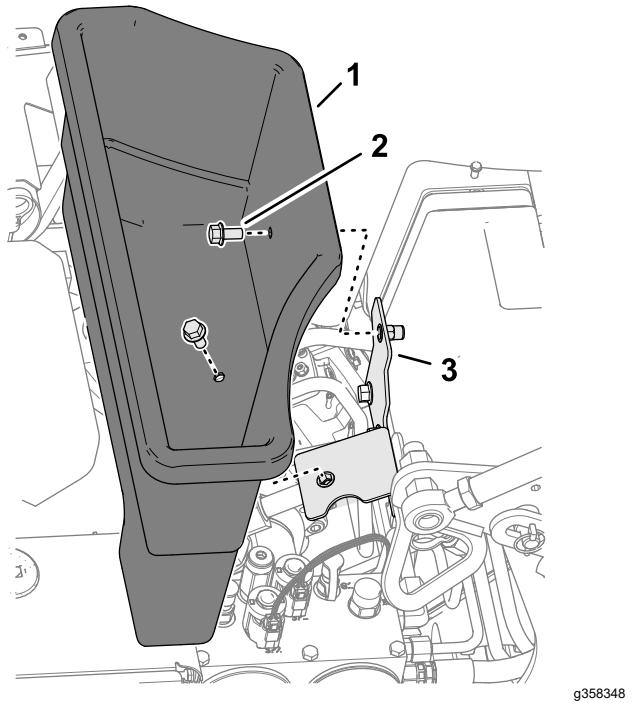

Figura 126
3. Rimuovete i 2 bulloni a testa flangiata che fissano il cestello di raccolta alla staffa del cestello (Figura 126).